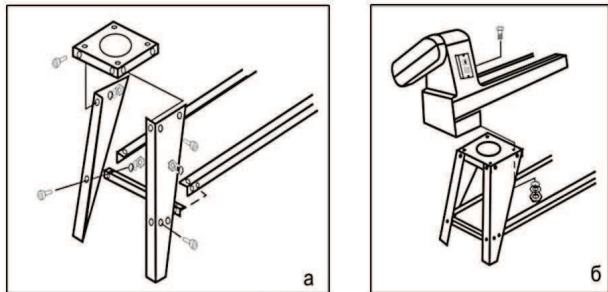

Рис. 2
- смонтируйте и скрепите ножки станка и опорные площадки с продольными и поперечными планками ножек при помощи 24 комплектов крепежа (болт, гайка, шайба, пружинная шайба) (Рис. 2 а)
- закрепите основание станка на опорных площадках при помощи 8 комплектов крепежа (болт, гайка, шайба, пружинная шайба) (Рис. 2 б)